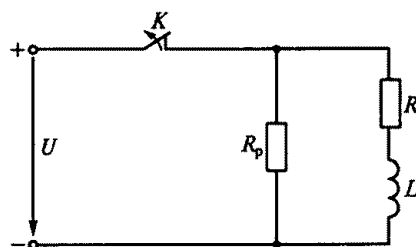

Рис. 147
4.14. Какое из приведенных выражений неверное для схемы на рис. 147, если катушка R, L , шунтированная разрядным сопротивлением R_p , отключается от источника напряжения U ?
4.15. Какую из указанных величин ограничивает разрядное сопротивление R_p в цепи на рис. 147?